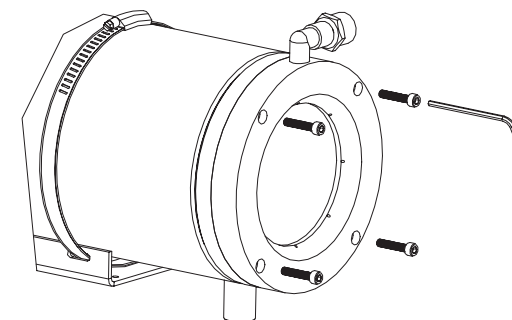

Fig. 3
- Posizionare la flangia frontale dotata così di vetri filtro IR sul corpo della custodia prestando attenzione che le guarnizioni di tenuta siano correttamente inserite nelle proprie sedi in modo da non danneggiarle. Serrare le 4 viti utilizzando la chiave esagonale in dotazione (Fig. 3).
- Positionner la bride frontale équipée des verres filtre IR sur le corps du caisson en ayant soin d'insérer correctement les joints d'étanchéité dans leur logement pour éviter tout endommagement. Serrer les 4 vis au moyen de la clé hexagonale fournie (Fig. 3).
- Position the front flange now fitted with the IR filter glasses on the housing body, making sure the sealing rings are correctly inserted in their seating so as not to damage them. Tighten the 4 screws using the Allen wrench supplied (Fig. 3).
- Positionieren Sie den solchermaßen mit IR-Filter Scheiben versehenen Vorderflansch auf dem Korpus des Gehäuses. Achtung, die Abdichtungen müssen korrekt in ihre Sitze eingefügt sein, damit sie nicht beschädigt werden. Ziehen Sie die 4 Schrauben mit dem beiliegenden Sechskantschlüssel an (Fig. 3).